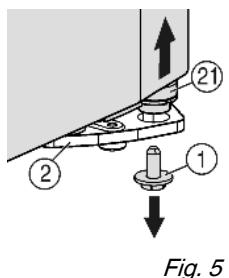
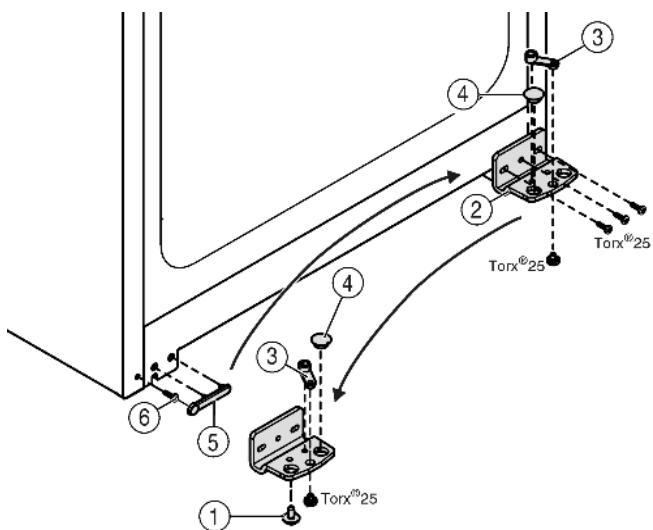

Fig. 5
Fig. 6
- Внизу справа на опорном кронштейне выкрутите фиксирующий винт Fig. 5 (1).
- Опорный палец Fig. 5 (21) можно извлечь из опорного кронштейна Fig. 6 (2).
- Сли установочный винт Fig. 5 (21) не откручивается, его можно вынуть, нажав на него снизу.
- Открутите опорный кронштейн Fig. 6 (2).
- Открутите опорную деталь Fig. 6 (3) и, переставив в отверстие на противоположной стороне опорного кронштейна, снова прикрутите.
- Извлеките заглушку Fig. 6 (4) из опорного кронштейна и переставьте ее в отверстие на противоположной стороне опорного кронштейна.
- Осторожно снимите крышку со стороны ручки Fig. 6 (5).
- Выкрутите болт Fig. 6 (6) и вкрутите на противоположной стороне.
- Снова установите крышку Fig. 6 (5).
- Снова прикрутите опорный кронштейн Fig. 6 (2) на новой стороне шарнира (**с моментом 4 Нм**). При необходимости используйте аккумуляторный шуруповерт.
- ▶ Вкрутите фиксирующий винт Fig. 5 (1) внизу в опорный палец и затяните (**с моментом 4 Нм**).